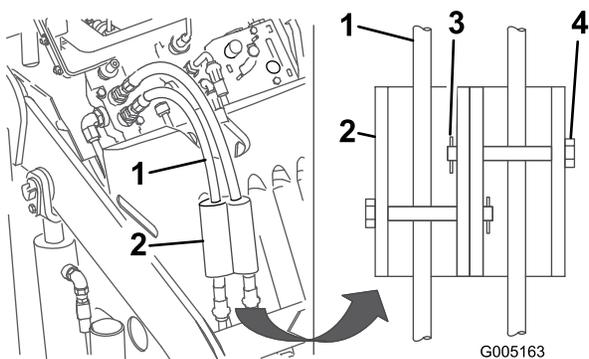

Figura 21
- Instale los bloqueos de cilindro sobre los manguitos hidráulicos y fíjelos con los pasadores y chavetas (Figura 21).